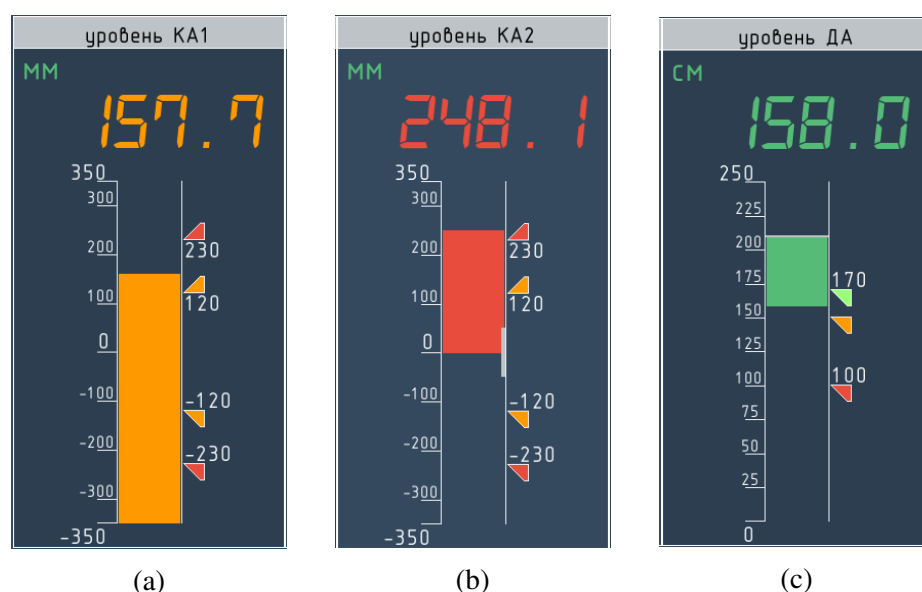

Рисунок 4.9 – Окно гистограммы (варианты заливки)
Окно гистограммы (см. рисунок 4.9) позволяет выводить результат измерений в виде комбинации числа (аналогично окну цифрового отсчёта) и гистограммы, а так же наименование канала и единица измерения, назначенные при настройке. Гистограмма состоит из шкалы и области заливки. Область заливки ограничена значением, соответствующим результату измерений и начальным значением, которое устанавливается при настройке (см. 6.9.4.2) из ряда:
- ▶ начальное значение диапазона измерений (по умолчанию) (см. рисунок 4.9а);
- ▶ 0 (см. рисунок 4.9б);
- ▶ произвольное значение в пределах диапазона измерений (см. рисунок 4.9с).
Если для канала назначены уставки, то они отображаются справа от области построения диаграммы. Над маркером уставки выводится её значение. Если две или более уставки расположены слишком близко, значение выводится только для одной из них (см. рисунок 4.9с).
- ▶ черты пересекающей область заливки, если "**метка**" задана одним числом (см. рисунок 4.9с);